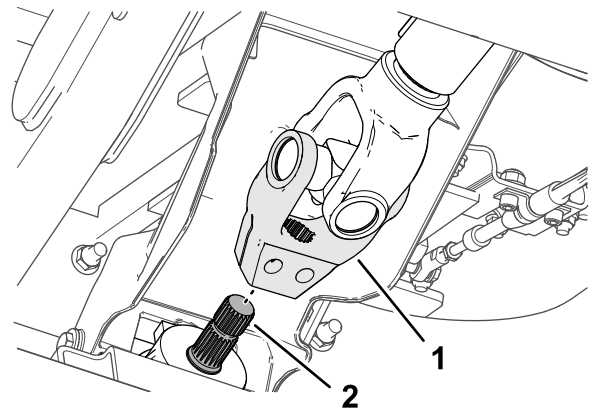

Figure 18
5. Alignez les cannelures de la chape de l'arbre d'entraînement et celles de l'arbre d'entrée de l'accessoire (**Figure 18**), puis glissez la chape sur l'arbre.